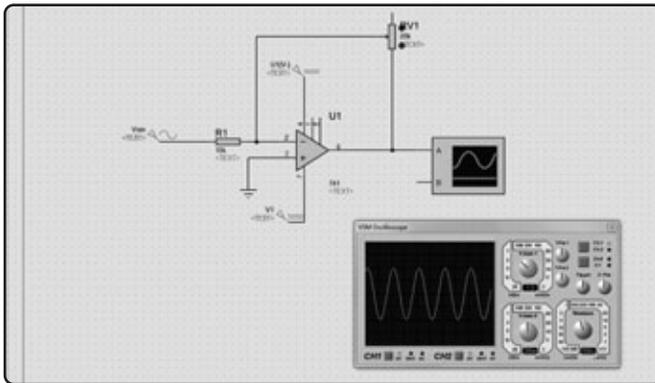

FIGURA 18.
Una vez insertado el osciloscopio, como cualquier otro dispositivo, conectamos su **Canal A** a la salida del amplificador operacional, es decir, en el pin (6). Luego, presionamos el botón **Run** de la barra de simulación y corremos nuestro diseño. Automáticamente se abrirá una ventana con la pantalla del osciloscopio virtual. Allí configuramos la sección vertical en 1 V/división, y la horizontal, en 500 us/división. Manejando el potenciómetro insertado, veremos cómo amplificar la señal para valores mayores a 10 KOhm y atenuarla para valores inferiores, siguiendo la relación de amplificación: $* RB / RA$. Para este caso, $RB = RV1$ y $RA=R2$. Finalmente, presionando el botón **Stop** de la barra de simulación, la detenemos (**Figura 18**).